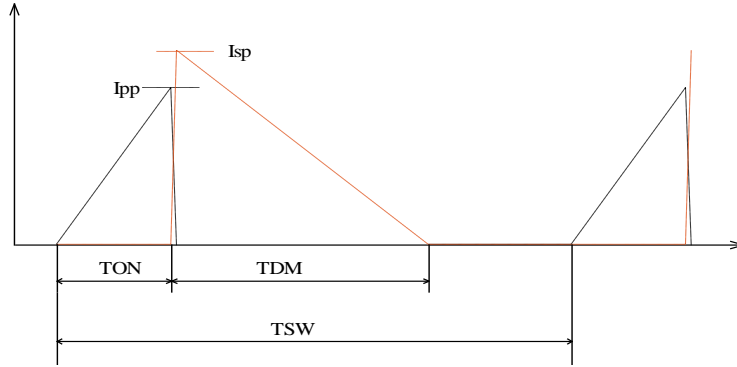

图 4 电流波形工作图
在 CC 模式工作下，CS 引脚的电流信息可以准确地调节次级平均电流。由于系统工作在 DCM 模式，参照下面的图 4，电流峰值 (I_{pp})，匝数比 (N_p/N_s)，次级退磁时间 (T_{DM})，和开关周期 (T_{sw}) 确定次级平均输出电流。忽略漏电感的影响，平均输出电流由方程 (3) 得到。在 CC 模式下，只要辅助绕组可以保持 VCC 高于 UVLO 关闭阈值，当平均输出电流达到规定的基准电流时，在任何低于目标输出电压下都是工作在频率调制模式 (FM) 下的。